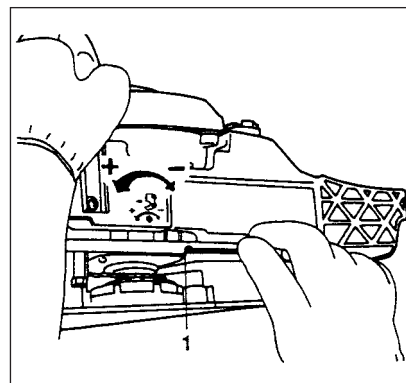

Fig. 2-1C
Vrid justeringsskruven (1) moturs för att minska oljemängden och vrid den medurs för att öka oljemängden. (Fig.2-1C)